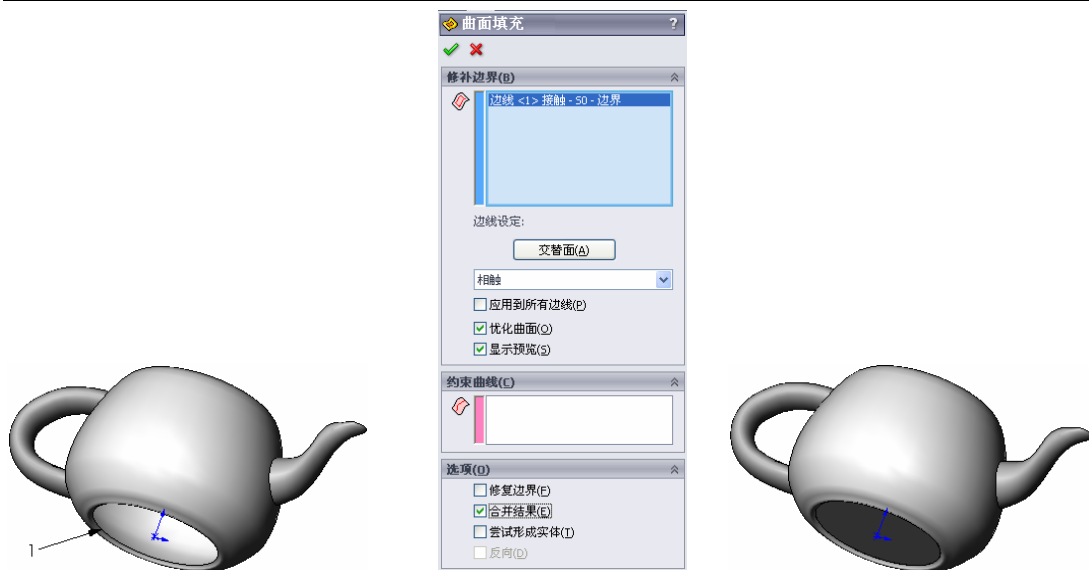

图 8-140 设置视图方向后的图形 图 8-141 “填充曲面”属性管理器 图 8-142 填充曲面后的图形
③ 设置视图方向。单击“视图”工具栏中的“旋转视图”图标, 将视图以合适的方向显示, 结果如图 8-140 所示。
④ 填充曲面。选择菜单栏中的“插入”→“曲面”→“填充曲面”命令, 或者单击“曲面”工具栏中的“填充曲面”图标, 此时系统弹出如图 8-141 所示的“填充曲面”属性管理器。在“修补边界”一栏中, 用鼠标选择图 8-140 中的边线 1。单击属性管理器中的“确定”图标按钮, 填充壶底曲面, 结果如图 8-142 所示。